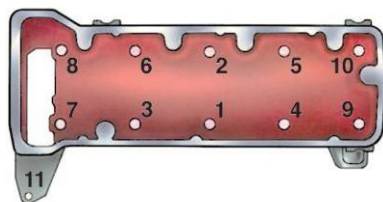

Рис. 60. Последовательность затяжки гаек (болтов) крепления головки цилиндров
8. Установить головку блока. Перед установкой головки сопрягаемые плоскости блока и головки цилиндров протирают чистой ветошью, а прокладку натирают порошкообразным графитом. При установке головки блока гайки (болты) затягивают динамометрическим ключом с определенным усилием (которое указывается в технических условиях), начиная от центра головки, постепенно перемещаясь к краям (рис. 60).